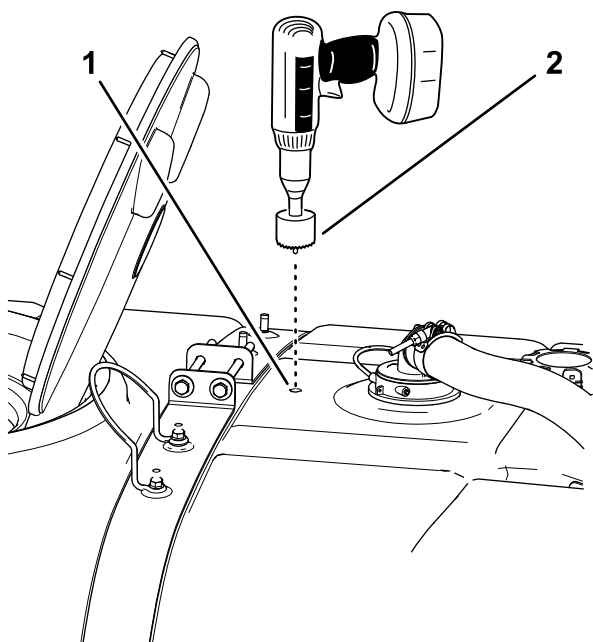

Рисунок 18
4. Используйте цилиндрическую пилу диаметром 4,5 см, чтобы просверлить отверстие в отмеченном месте для сверления (Рисунок 18).